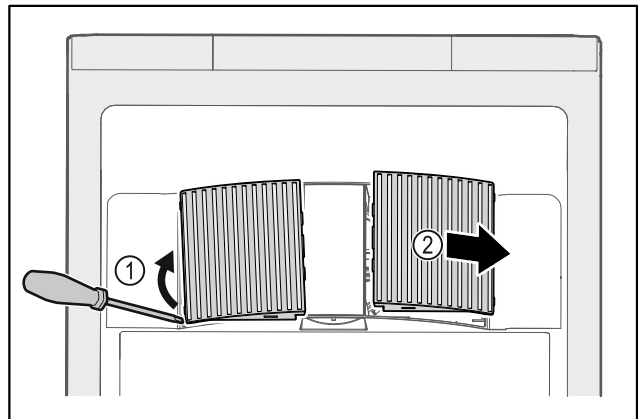

Fig. 109
- ▶ Óvatosan feszegesse le a ventilátor burkolatait oldalról Fig. 109 (1), és emelje le őket előre felé Fig. 109 (2).